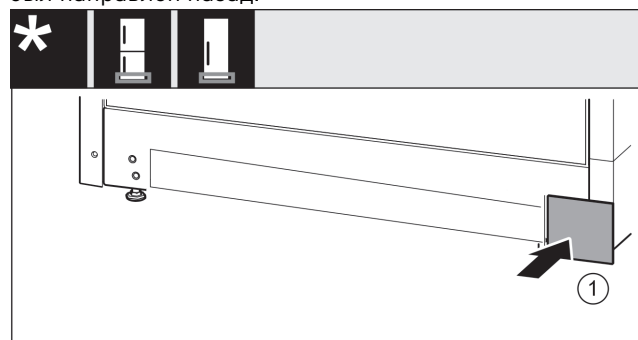

Fig. 19
- Снова установите крышку Fig. 19 (1) с другой стороны.